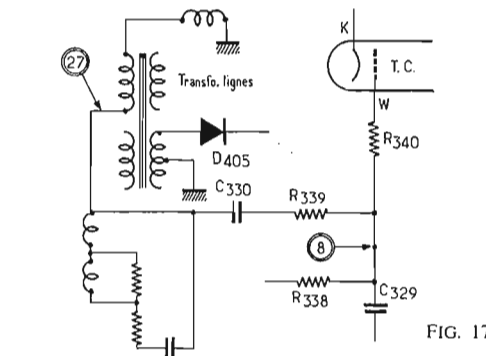
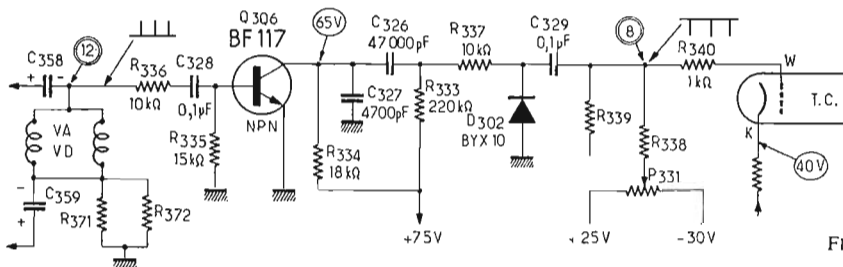
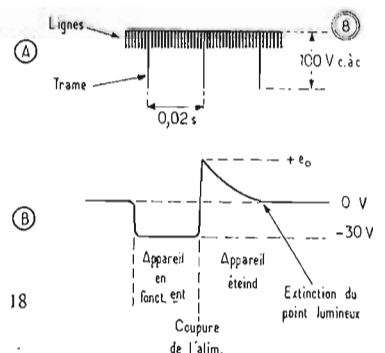
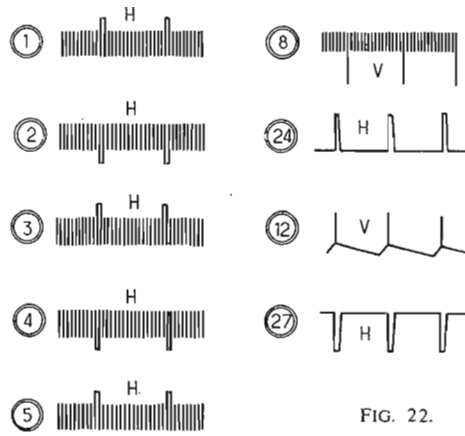

FIG. 17
FIG. 16
FIG. 18
FIG. 22.
En cas de fonctionnement anormal des retours du spot on vérifiera les circuits des figures 16 et 17.
Au point 8 (voir Fig. 16 et 17), l'oscillogramme à la forme indiquée par la figure 18 A. Ce diagramme doit être relevé en réglant la base de temps de l'oscilloscope sur une fréquence 2 ou 3 fois inférieure à celle de la base de temps trame donc f/2 ou f/3, c'est-à-dire 25 Hz ou 17,66 Hz, avec synchronisation effectuée par le signal à 50 Hz.
positives (voir Fig. 16). Les bobines de déviation verticale VAVD sont en série avec R371-R372 reliées à la masse. Le signal à impulsions positives est transmis par R336, de 10 000 ohms, et C328 de 0,1 μF à la base du transistor NPN Q306 du type BC117. Cette base est reliée à la masse par R335 de 15 000 ohms. Au repos, la base est au potentiel de la masse. Comme l'émetteur est à la masse et le collecteur relié au point + 75 V d'alimentation (ce même point alimente le transistor VF final), le transistor Q306 est bloqué au repos.
On les prélève sur le transformateur de sortie lignes et elles sont appliquées au wehnelt par l'intermédiaire de C330 et R339. Ce circuit est indiqué sur la figure 17. Les impulsions négatives de lignes destinées à l'effacement ont une amplitude élevée.
Si la tension du point X_0 est correcte, vérifier l'évolution de la tension en ce point au moment où l'on coupe l'alimentation. Cette tension doit devenir rapidement positive puis diminuer jusqu'à 0 V. Ceci est montré par la courbe de la figure 18 B.
Le signal MF image étant détecté par la diode D_{750} , ce signal VF à la forme 1, indiquée par l'oscillogramme 1 de la figure 22. Sur cet oscillogramme la lettre H indique que la base de temps de l'oscilloscope est réglée sur la fréquence de lignes ou sur un faible sous-multiple de celle-ci. Les impulsions de synchro lignes étant positives et obtenues sur l'anode du détecteur; elles proviennent de l'enveloppe inférieure du signal MF qui est du type à modulation de lumière à polarité positive (standards français, belges).
Le signal d'effacement vertical point 8 (voir Fig. 16, 17 et 19) a été reproduit à la figure 18 (A).
Sur la figure 16, on trouve le point 12 qui est l'origine du signal d'effacement. Ce signal a la forme indiquée sur la figure 22 (12). Ce sont des impulsions positives à la fréquence de trame. La lettre V indique que la fréquence de la base de temps de l'oscilloscope est réglée sur 50 ou 50/2 ou 50/3 Hz.
L'effacement horizontal a été obtenu à partir du signal 27 (voir Fig. 17), l'oscillogramme 27 (Fig. 22) étant un signal à impulsions négatives de lignes.